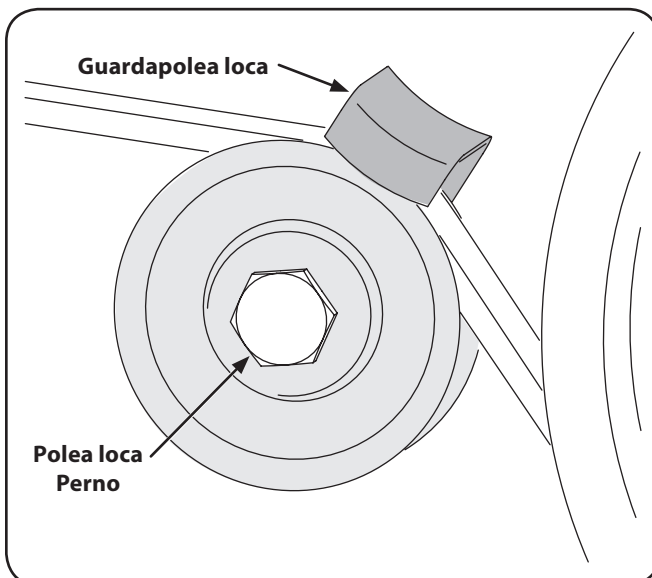

Figura 7-2
3. Retire el perno de la polea loca y mueva la correa desde debajo del guardacorreas de la polea loca. Vea la Figura 7-2.